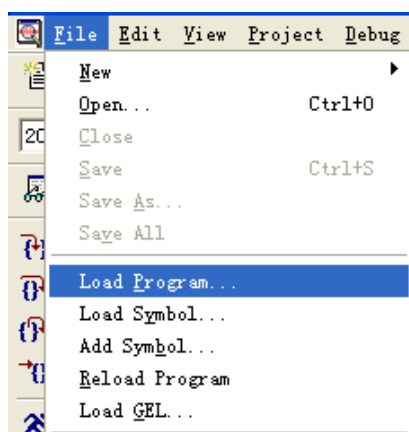

图 4-1
4.1、在第 3 部分编译成功后会在”<工程所以目录>/debug”文件夹下产生*.out 文件，在 CCS 软件的 File->Load Program 里打开这个.out 文件（图 4-1）